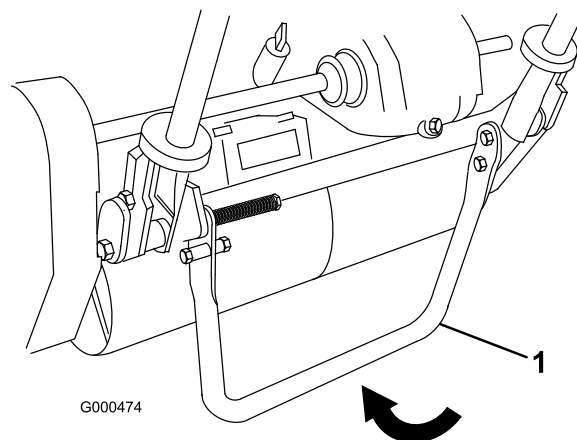

Figure 16
1. Abaissez la béquille avec le pied et tirez sur le support du guidon jusqu'à ce que la béquille bascule en avant (Figure 16).